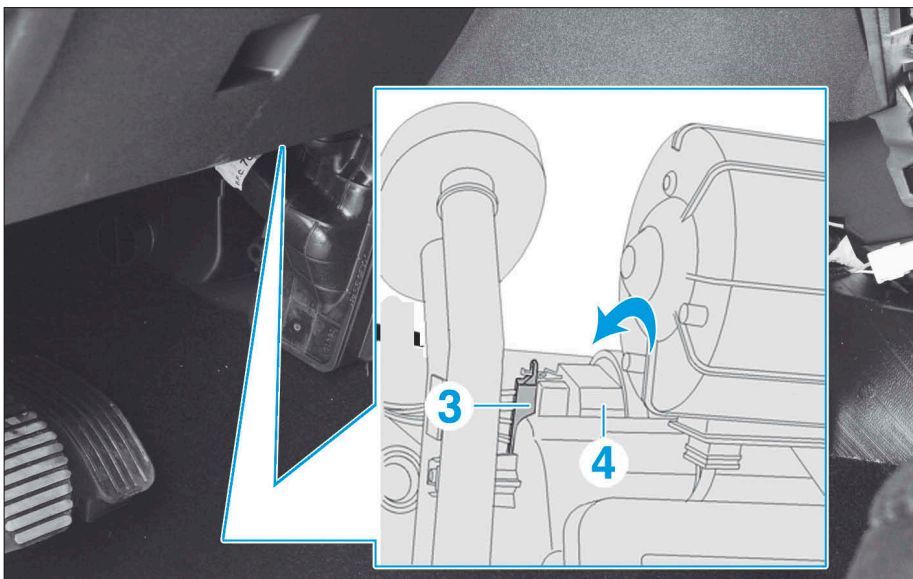

FIG. 26
- Débrancher le connecteur (3) (Fig.26).
- Déposer le module de commande (climatisation automatique) ou la résistance (4).